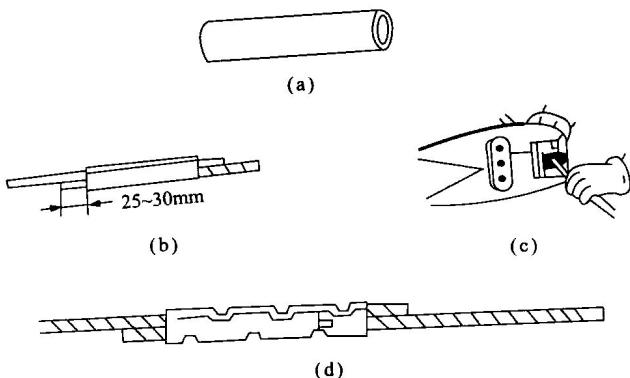

图 1.10 压接管压接方法
1. 10(a); 清除线头表面和压接管内壁上的氧化层和污物, 然后将两根线头相对插入并穿出压接管, 使两线端各自伸出压接管 25~30mm, 如图 1.10(b) 所示, 再用压接钳压接, 见图 1.10(c); 压接后的铝线接头如图 1.10(d) 所示。如果压接钢芯铝绞线, 则应在两根芯线之间垫上一层铝质垫片。压接钳在压接管上的压坑数目: 室内线头通常为 4 个, 室外通常为 6 个。铝绞线压坑数目: 截面为 $16\sim35\text{mm}^2$ 的为 6 个; $50\sim70\text{mm}^2$ 的为 10 个。钢芯铝绞线压坑数目: 截面 16mm^2 的为 12 个, $25\sim35\text{mm}^2$ 的为 14 个, $50\sim70\text{mm}^2$ 的为 16 个, 95mm^2 的为 20 个, $120\sim150\text{mm}^2$ 的为 24 个。